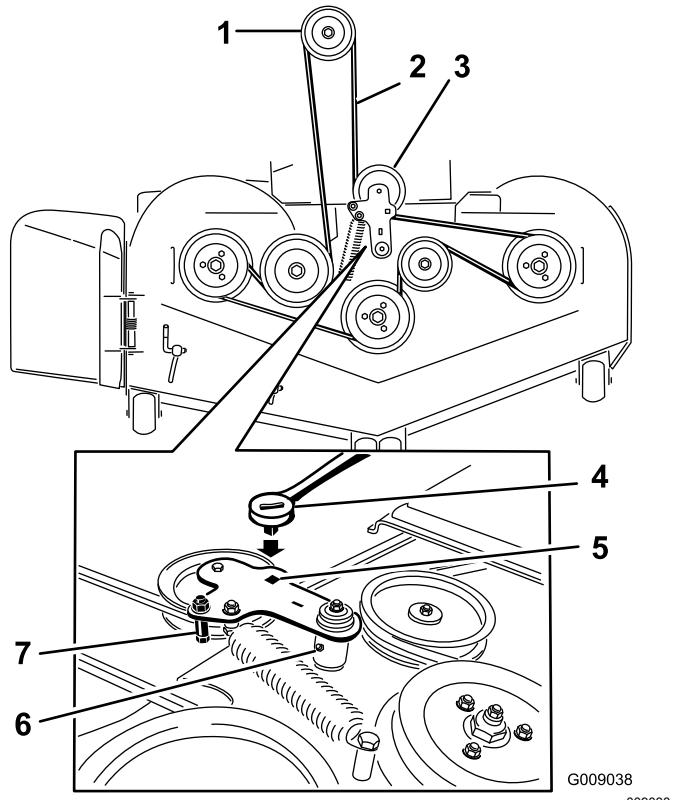
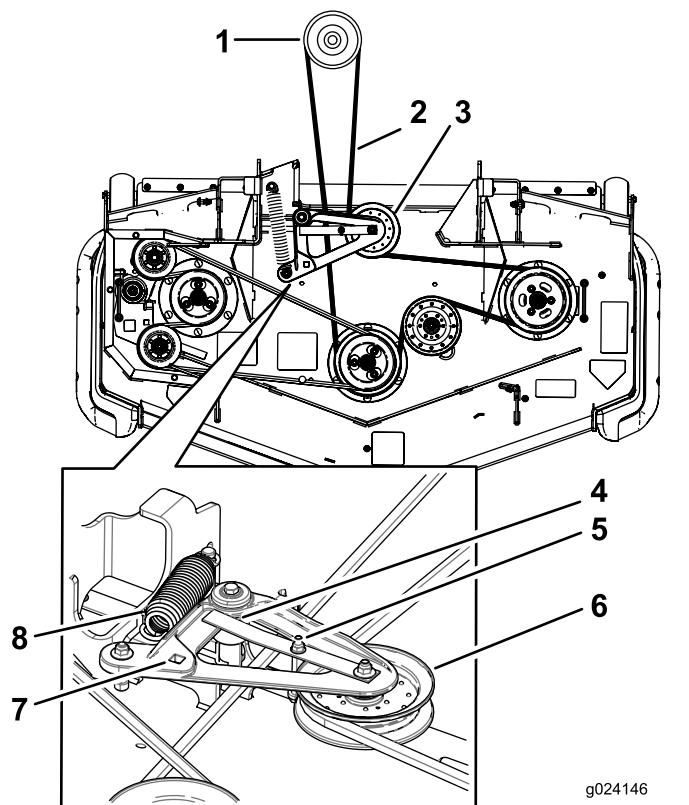

Figure 121
Figure 122
5. Soulevez le plancher et insérez un rochet dans le trou carré de la poulie de tension du tablier (Figure 121 ou Figure 122).
6. Tournez la poulie de tension du tablier dans le sens horaire, tirez sur la patte du guide-courroie (modèles à éjection arrière seulement) et déposez la courroie du tablier de coupe (Figure 121 ou Figure 122).